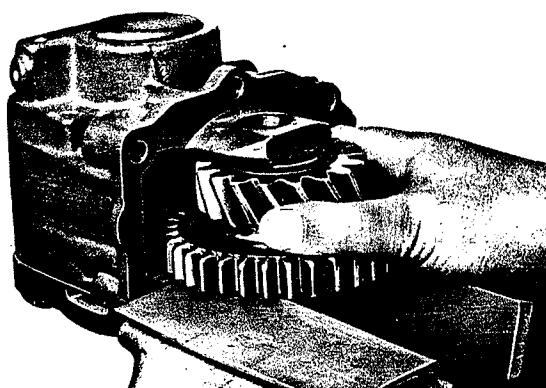

Fig. 20
(35) ainsi que le roulement à rouleaux (34) et la rondelle (36) (Fig. 20).